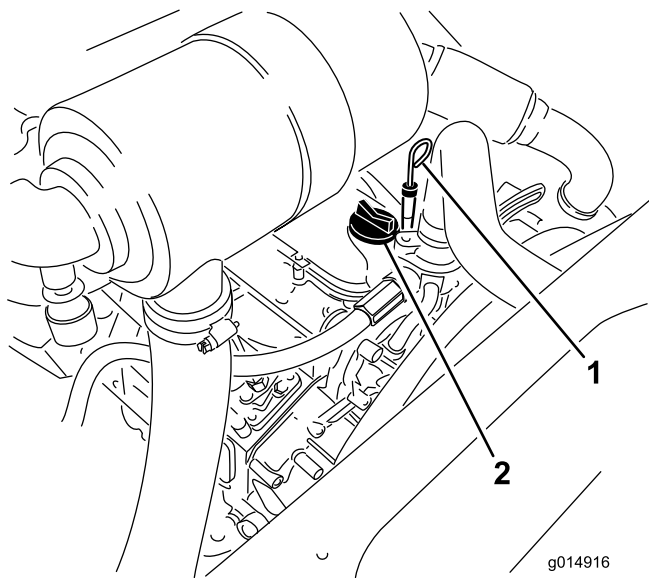

図 44
3. ディップスティックを抜き取り、付いているオイルをウェスで拭きとってもう一度差し込む(図 44)。
5. オイルの量が不足している場合は、補給キャップ（図 44）を取り、Full 位置までオイルを補給する。